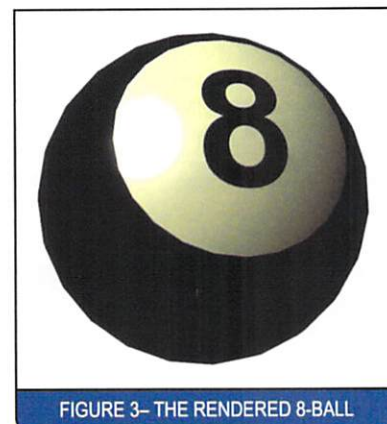

FIGURE 3—THE RENDERED 8-BALL
6. Render the 8-Ball (F9). *SEE FIGURE 3.*